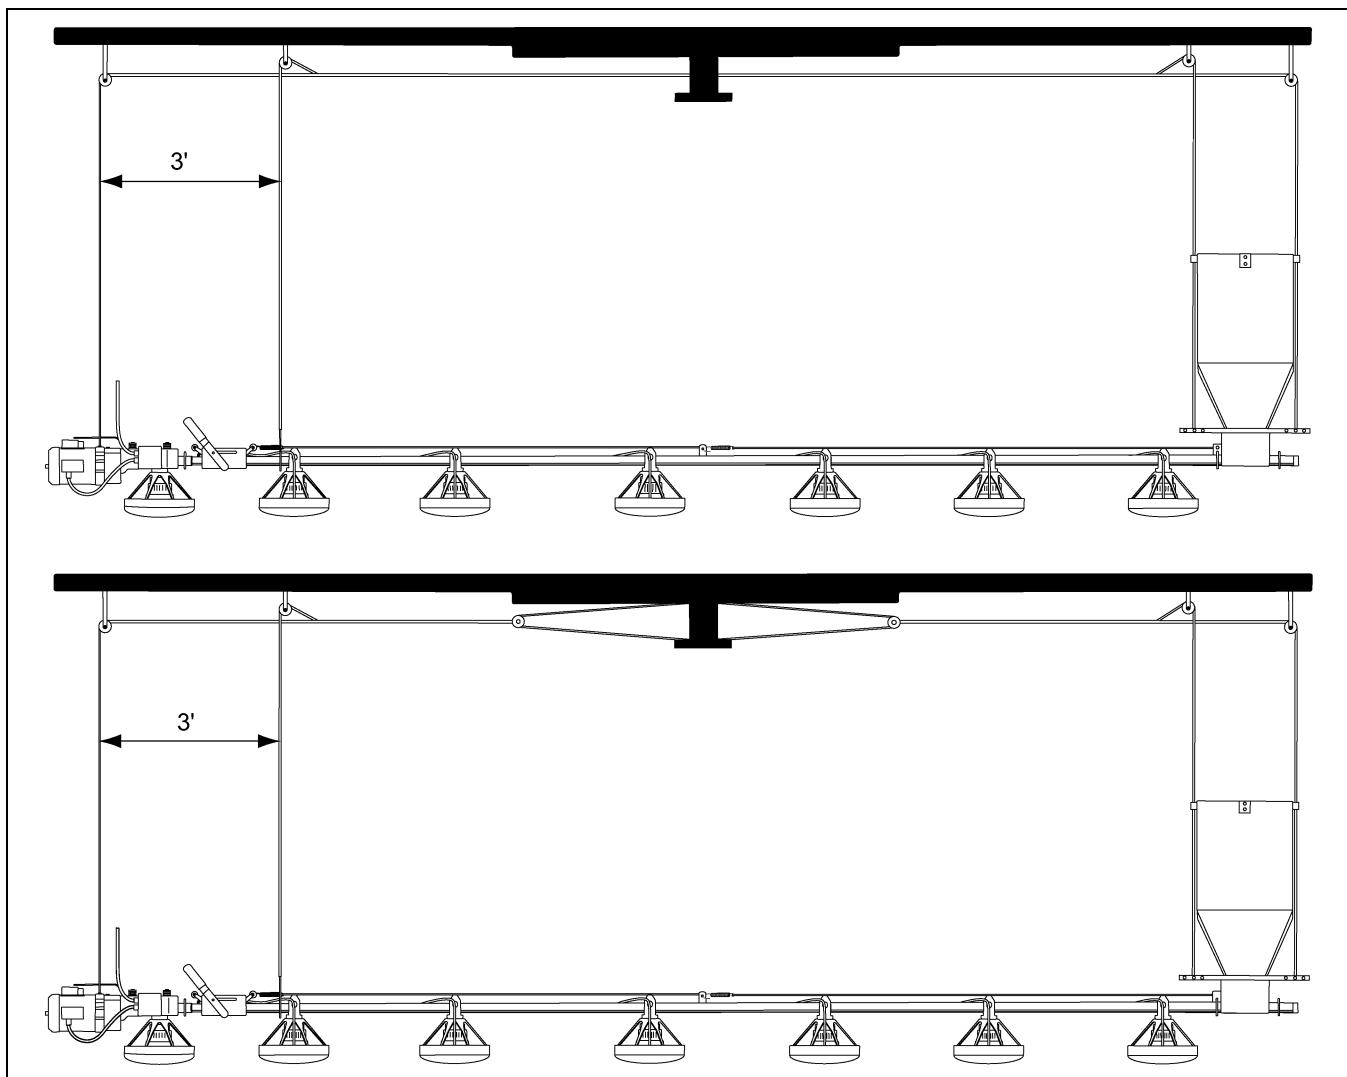

Рисунок 4ВА
8. Для систем длиной более 360' (109,7 м) установите трос с двухступенчатыми шкивами, как показано на Рисунок 4ВА.